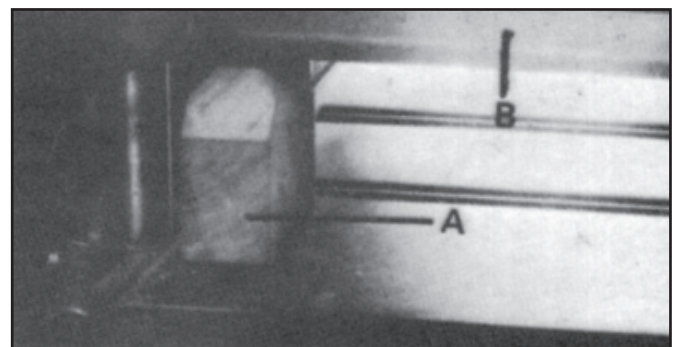

Figura 24
- Coloque el bloque calibrador (A, Figura 24) directamente debajo del borde frontal del cabezal (B, Figura 24).